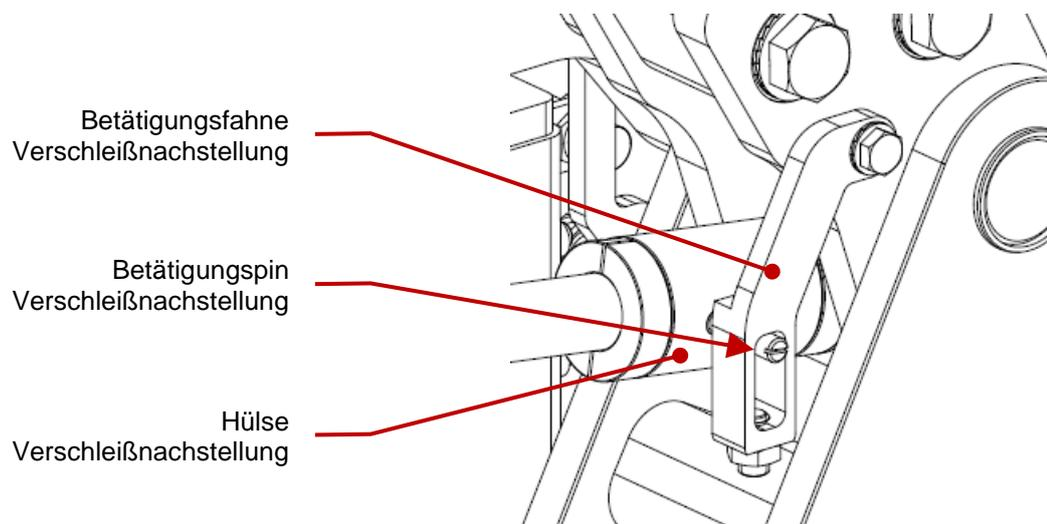

Fig. 11: Betätigungsfahne Verschleißnachstellung
- Achten Sie dabei darauf, dass der Betätigungspin der Nachstelleinheit im Fenster der Betätigungsfahne ist (siehe Fig. 11). Der Betätigungspin ist in die Hülse der Verschleißnachstellung eingedreht und lässt sich mit der Hülse gegen den Uhrzeigersinn im Freilauf drehen.